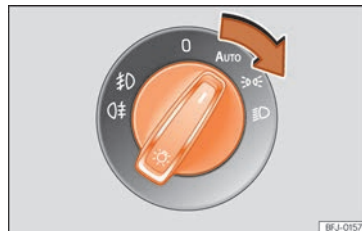

Fig. 105 Painel de instrumentos: comando das luzes.
- Rode o interruptor para a posição desejada »» **Fig. 105.**